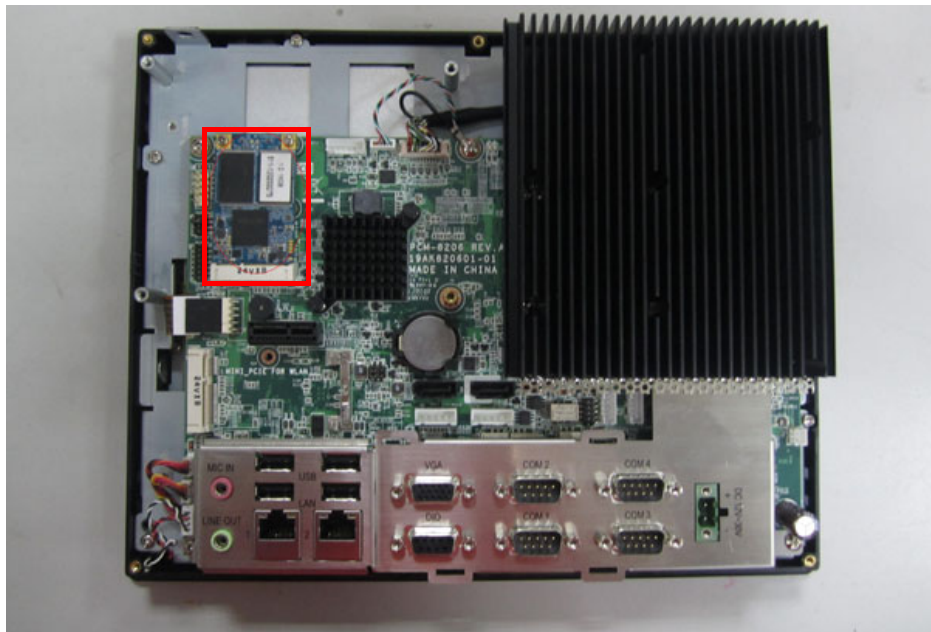

Figure 4.8 Installing the mini SATA
2. Assemble mini SATA on left slot CN17.(see Figure4.8)